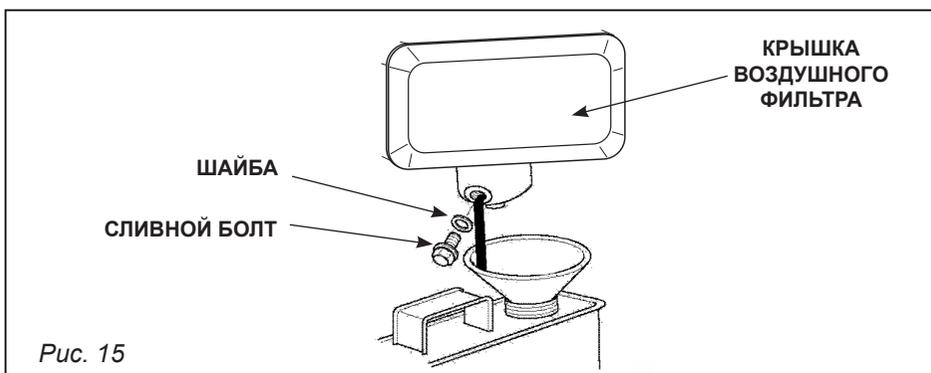

Рис. 15
8.4. Очистка фильтра-отстойника карбюратора (рис. 15)
- Слейте топливо (см. рис. 15).